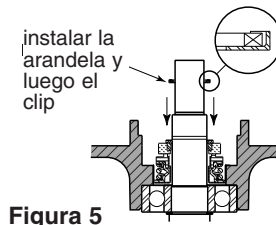

Figura 5
5. Vuelva a instalar la arandela y el aro de presión en el eje. Consulte la Figura 5.